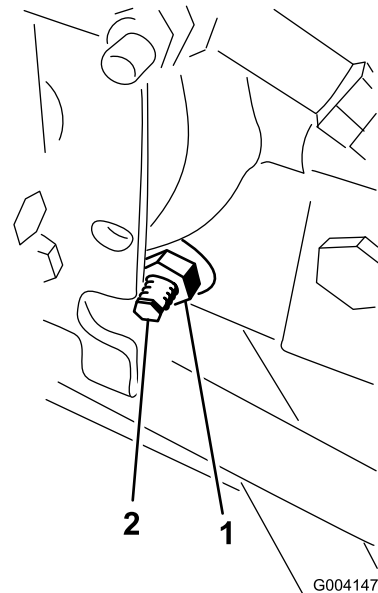

Figure 63
3. Sous le côté droit de l'hydrostat, desserrez le contre-écrou sur la came de réglage de transmission (Figure 63).